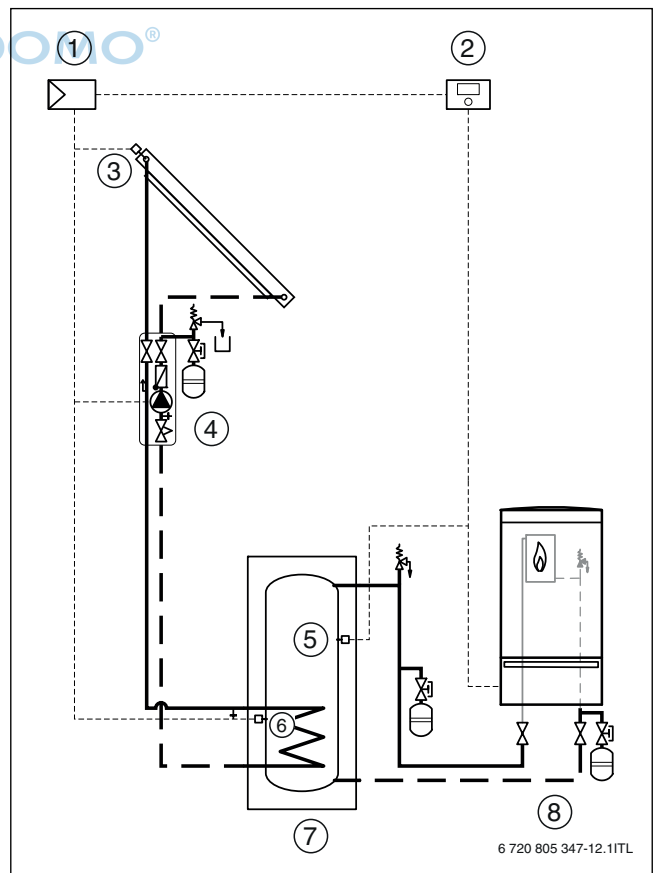

Fig. 14
- ▶ Temperaturfühler montieren (→ Fig. 14, Seite 10).